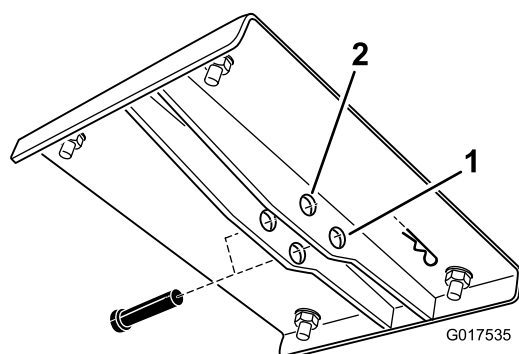

Figura 6
7. Individuate le due serie di fori nella staffa di sollevamento superiore (Figura 6). Selezionate la serie di fori nella staffa per i veicoli benzina e diesel.